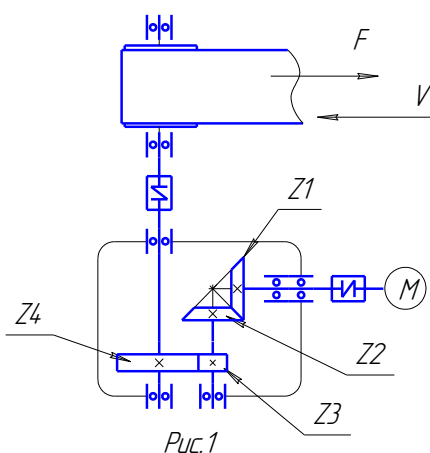

Рис. 10
10. Рассчитать кинематические и динамические параметры электропривода ленточного конвейера (рис. 10).